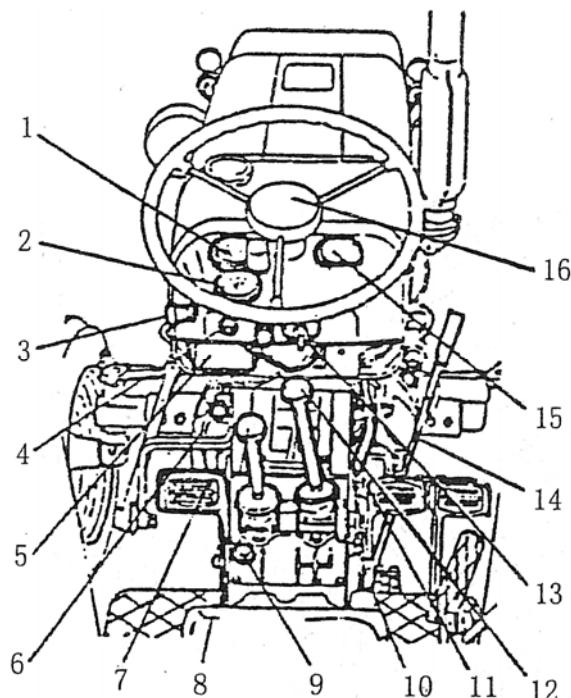

Рис. 2-1
1. Предварительный нагрев пусковой выключатель 13 (рис. 2-1)
2. Трехпозиционный переключатель 10 (см. рис. 2-1)
3. Переключатель задних фар 3 (рис. 2-1)
4. Ручной газ 4 (рис. 2-1)
5. Канат для заглохания двигателя 6 (рис. 2-1)
6. Газ внизу 4 (рис. 2-1)
7. Трос сброса давления 11 (см. рис. 2-1)
8. Основной и вторичный рычаги скоростей 12,8 (рис. 2-1)
9. Педаль сцепления 2 (см. рис. 2-1)
10. Амперметр 15 (рис. 2-1)
11. Указатель температуры воды 1 (рис. 2-1)
12. Измеритель давления масла 2 (рис. 2-1)